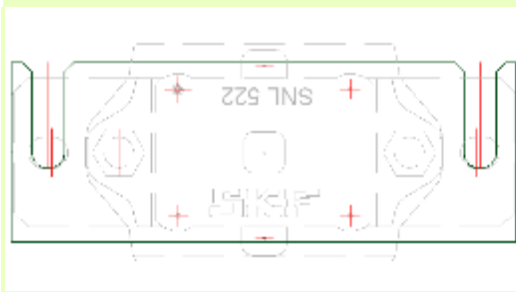

Fig.40 : 1 Cale avec encoches
* Il est plus pratique de faire 2 encoches (dans le sens de la largeur palier) au droit des boulons de fixation des paliers {fig.40}.